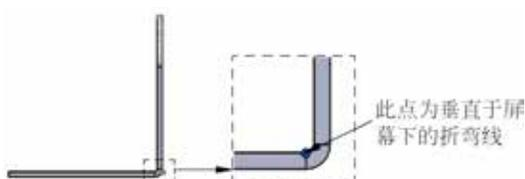

图 5.92 折弯在外
-  (折弯在外) 单选项: 选取该选项时, 折弯区域将置于折弯线的某一侧, 如图 5.92 所示。